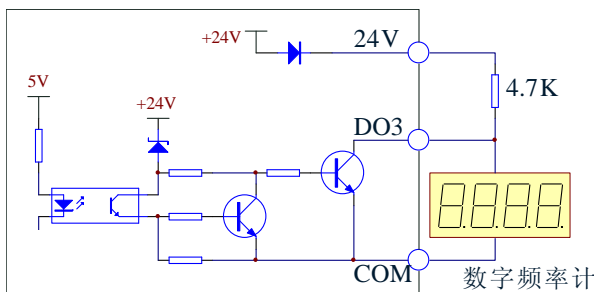

图 3-29 输出端子D03连接方式1
3) 数字脉冲频率输出D03可使用变频器内部的24V电源, 接线方式请参见图3-29。